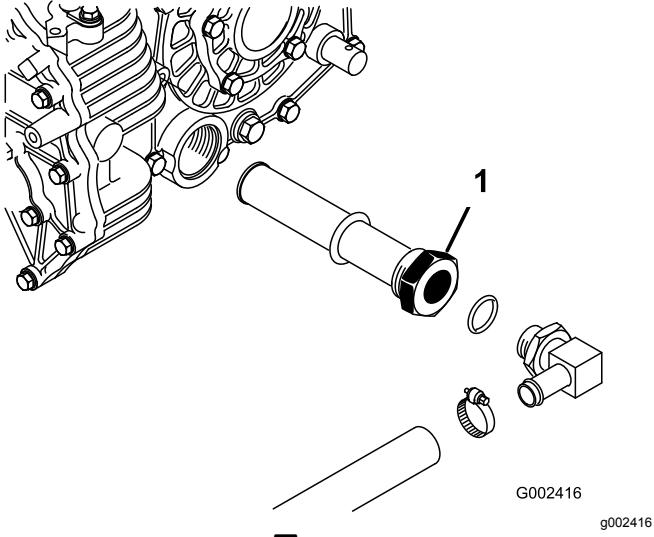

図 74
3. タンク側面のストレーナについている油圧ホースと90°フィッティングの向きを確認記憶する図 74。